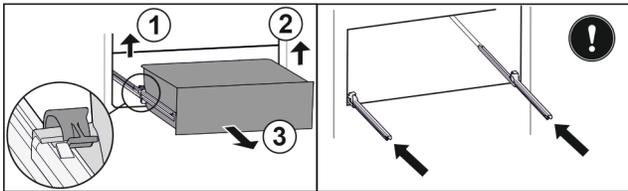

Fig. 111
- ▶ Soulever la bride gauche et tirer dans le même temps la partie gauche du tiroir vers l'avant. Fig. 111 (1)
- ▶ Soulever la bride droite et tirer dans le même temps la partie droite du tiroir vers l'avant. Fig. 111 (2)
- ▶ Retirer le tiroir par l'avant. Fig. 111 (3)